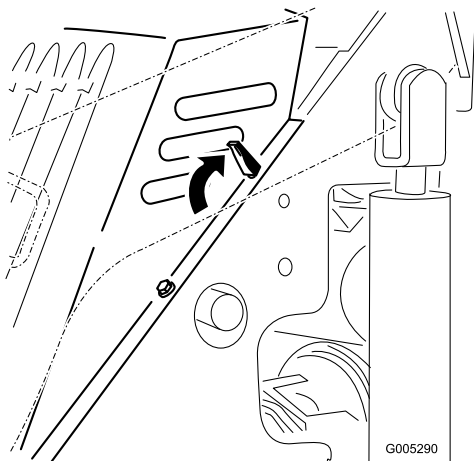

Figure 19
- Desserrez les 4 languettes de blocage (Figure 19).
- Placez le capot par-dessus le cadre de la machine en engageant les tenons de fixation du capot dans les trous du cadre (Figure 19).
- Fixez le capot en abaissant les languettes de blocage vers l'avant (Figure 19).